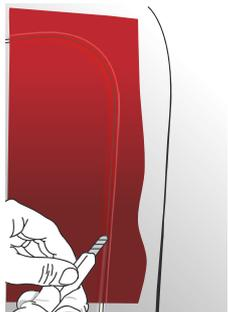

Abbildung 17
- › Die Folie ist auf dem TIRODECO-Band mit einem Cutter oder mithilfe des WRAPKNIFE-Schneidedrahts durchzutrennen. (Abb. 17)